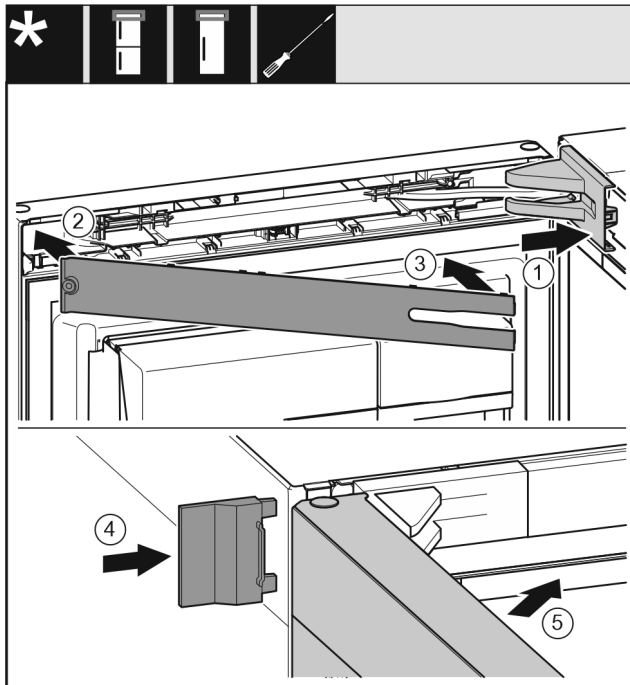

Fig. 51
- ▶ Uždėkite atraminės gembės dengiamą plokštelę ir užfiksuokite, prireikus atsargiai išspauskite. Fig. 51 (1)
- ▶ Uždėkite gaubtą. Fig. 51 (2)
- ▶ Uždenkite ir užfiksuokite gaubtą. Fig. 51 (3)
- ▶ Užstumkite išorinę dengiamąją plokštelę. Fig. 51 (4)
- ▶ Uždarykite viršutines duris. Fig. 51 (5)